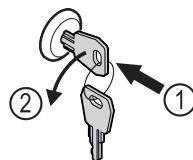

Fig. 160
- ▶ Sæt nøglen i. Fig. 160 (1)
- ▶ Drej nøglen 90° mod uret. Fig. 160 (2)